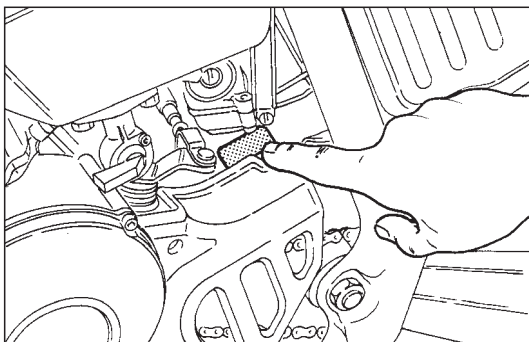

Fig. 43
NUMERO DU MOTEUR (Fig. 43)
Si la mesure n'est pas respectée, agir sur la vis de réglage du levier de commande (1) ou sur la vis de réglage située sur le carter moteur (Fig. 43).